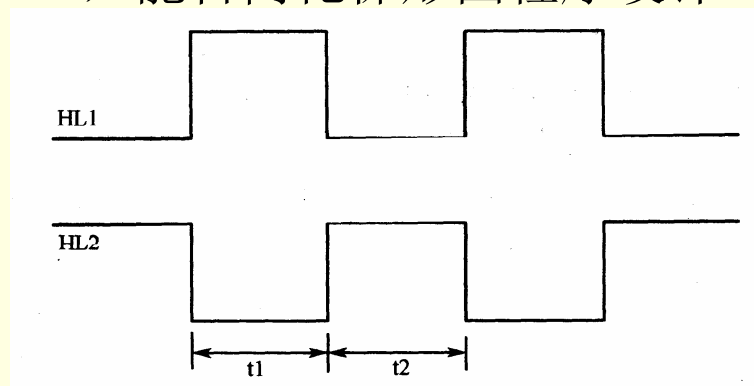

图4-16 指示灯交替闪亮控制时序图
2. 两个指示灯自动交替闪亮控制。有HL1，HL2两个指示灯交替闪亮，HL1亮时HL2灭，HL1灭时HL2亮，时序波形如图4-16所示。要求：